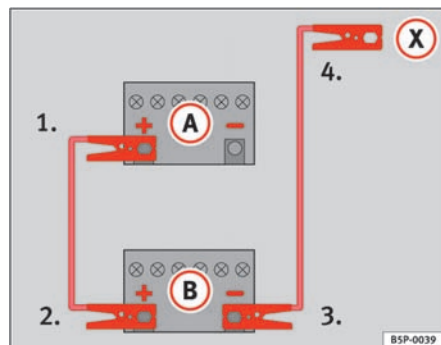

Fig. 173 Sådan skal startkablerne sættes på.
På ⇒ fig. 173 er **A** det afladede batteri, og **B** det strømgivende batteri.
1. Sæt den ene ende af det røde startkabel på pluspolen ⇒ fig. 173 (+) i bilen med det afladede batteri ⇒ ⚠.
4. Sæt den anden ende af det sorte startkabel (X) på en massiv metaldel, der er skruet fast på motorblokken, eller på selve motorblokken i bilen med det afladede batteri – dog ikke i nærheden af batteriet ⇒ ⚠.